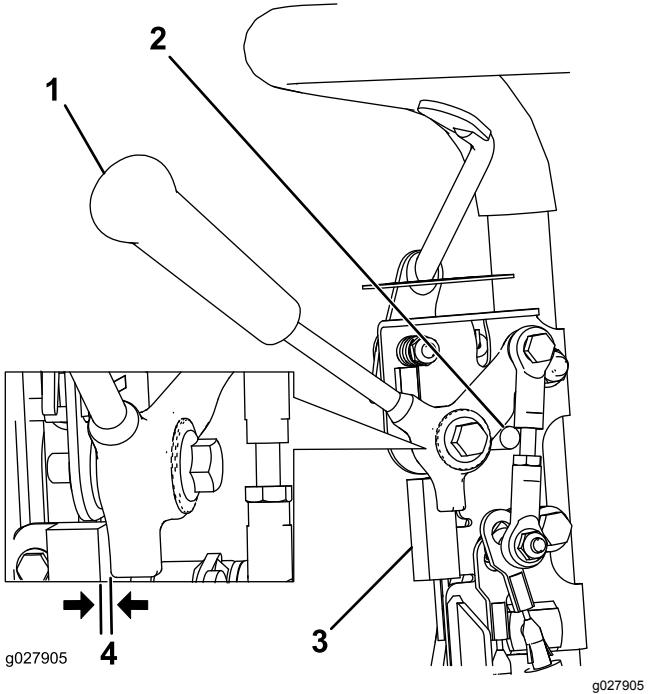

Bild 36
1. Stellen Sie sicher, dass der Motor abgestellt und der Fahrantriebshebel ausgekuppelt ist und den Neutralanschlag berührt (Bild 36).
2. Lösen Sie die Befestigungsschrauben des Sicherheitsschalters (Bild 36).
3. Legen Sie eine 0,8 mm dicke Beilagscheibe zwischen den Fahrantriebshebel und den Sicherheitsschalter (Bild 36).